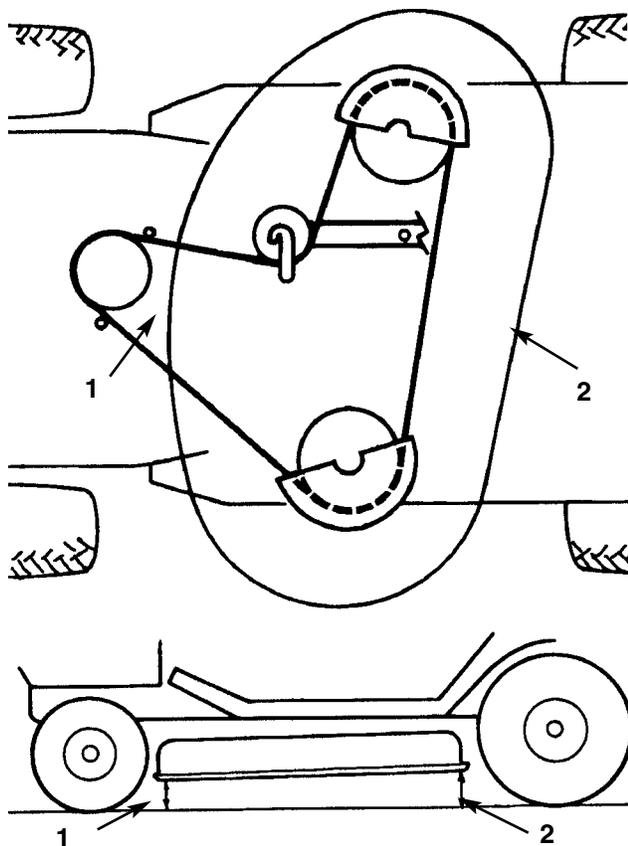

Fig. 51
6. Controllare l'inclinazione davanti-dietro misurando fra la base del tosaerba (centro anteriore e centro posteriore) e la superficie piana (Fig. 51). Se il davanti del trattore è più basso della parte posteriore di oltre 4,762 mm, è necessario regolare; vedi voci 7-10.